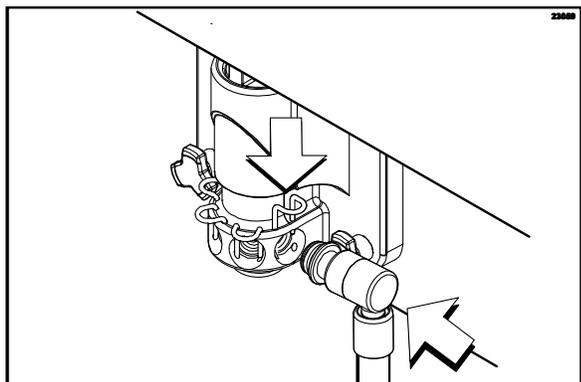

图 37
28. 润滑止漏圈。升高糖浆阀固定插锁。安装糖浆阀。向下按糖浆阀固定器以固定阀门的位置。**对每个糖浆阀重复这一步骤。**（见图 37。）